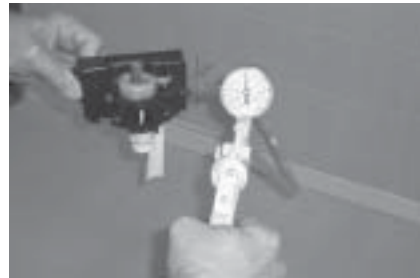

Abbildung 18
- d. Muss bei umgedrehtem Vergaser 7 Psi halten können, wie in Abbildung 18 gezeigt.